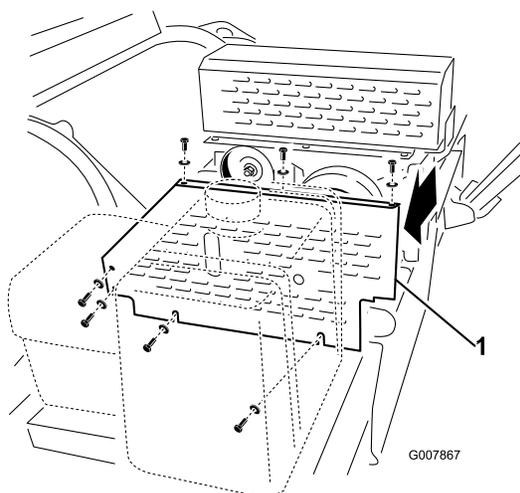

Bild 54
1. Entfernen Sie die Riemenabdeckung (Bild 54).